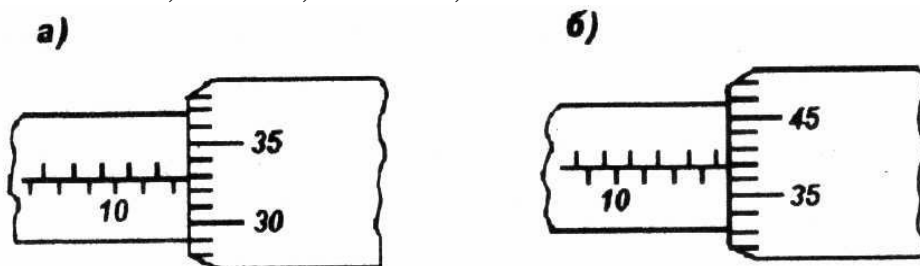

Рис.6
- Скошенная кромка барабана закрывает штрих верхней линейной шкалы. В этом случае показания микрометра складываются из целого числа миллиметров, отсчитанного по нижней линейной шкале до кромки барабана, и сотых долей миллиметра, отсчитанных по круговой шкале при совпадении ее штриха с горизонтальной линией продольной шкалы. Например, показание микрометра на рис.6,а соответствует $12 \text{ мм} + 0,33 \text{ мм} = 12,33 \text{ мм}$.
- Кромка барабана находится правее штриха верхней линейной шкалы, к показаниям нижней линейной шкалы и круговой шкалы прибавляется 0,5 мм. Например, на рис.6,б показание микрометра $13 \text{ мм} + 0,37 \text{ мм} + 0,5 \text{ мм} = 13,87 \text{ мм}$.